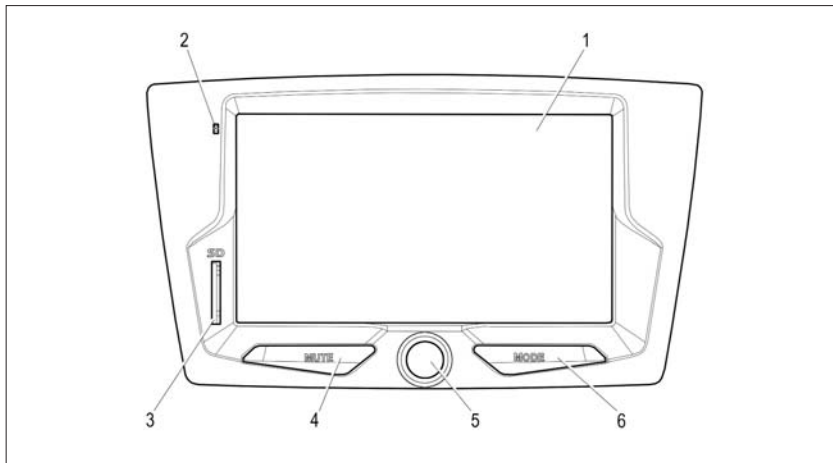

Рис. 1. Лицевая панель радиоприёмника
2.1.1 Для включения радиоприёмника нажмите на **ручку 5** (рис. 1). Для выключения нажмите
ручку 5 (рис. 1) и удерживайте ее в нажатом положении более 2-х секунд. Для перезагрузки удерживайте нажатой **ручку 5** (рис. 1) до появления логотипа ЛАДА.
2.2.1 Для выключения звука нажмите кнопку **MUTE** (рис. 1). Для включения звука нажмите кнопку повторно или поверните ручку регулировки звука.
2.3.1 Кнопка **MODE** (рис. 1) служит для переключения режимов работы радиоприёмника, при этом будут отображаться только активные режимы.
Регулировка громкости осуществляется вращением **ручки 5** вправо или влево (рис. 1).
2.5.2 Последовательным нажатием кнопки **MODE** (рис. 1) или нажатием отображаемых на дисплее кнопок выберите желаемый режим.
- кнопкой **MODE** (рис. 1).